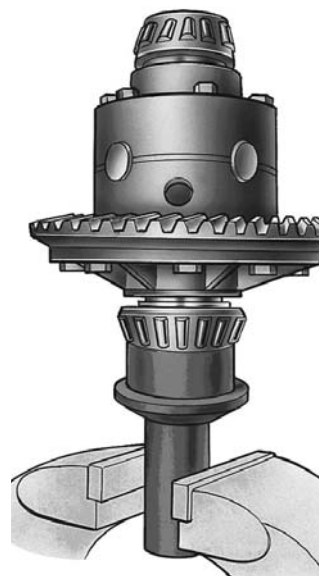

Рис. 2. Попереднє напресовування внутрішніх кілець підшипників диференціала
1. Напресуйте внутрішні кільця підшипників (рис. 2) диференціала на шийки зібраного диференціала так, щоб між торцями коробки сателітів і торцями внутрішніх кілець підшипників був зазор 3,5–4,0 мм.